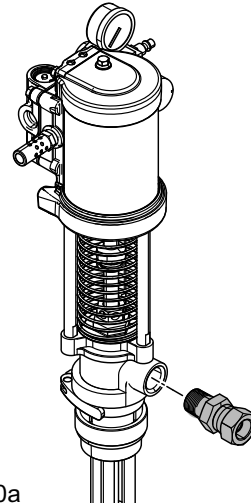

FIG. 7
3. Applicare sigillante per filettature al raccordo di uscita maschio (non incluso) e inserire nella porta di uscita. Vedere FIG. 7.